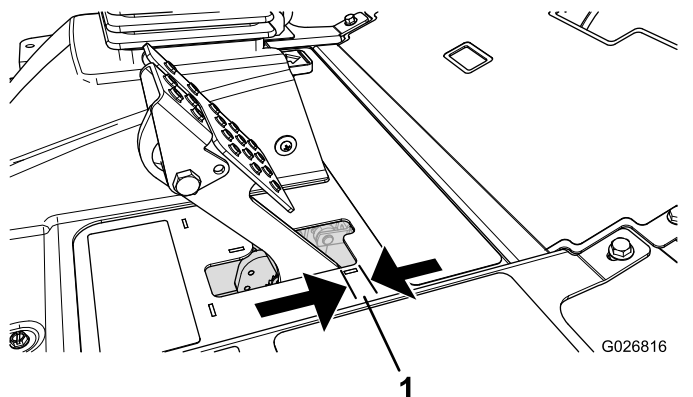

Figura 97
Ajuste os travões se o pedal do travão apresentar uma folga superior a 2,5 cm (Figura 97) ou quando os travões não funcionarem de forma eficaz. Folga é a distância percorrida pelo pedal antes de se verificar qualquer resistência ao movimento.
2. Aperte a porca traseira para deslocar o cabo para trás até que os pedais dos travões apresentem uma folga de 0,63 a 1,27 cm (Figura 97) antes de alcançarem o bloqueio.